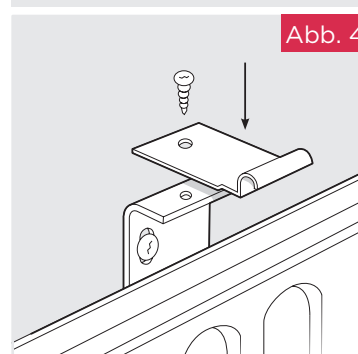

Abb. 4
SCHRITT 5: Setzen Sie den Heizkörper auf die unteren Halterungen, bringen Sie dann jeden Sicherungsbügel an der Oberseite des Heizkörpers an und befestigen Sie ihn mit der mitgelieferten Schneidschraube – siehe Abb. 4.